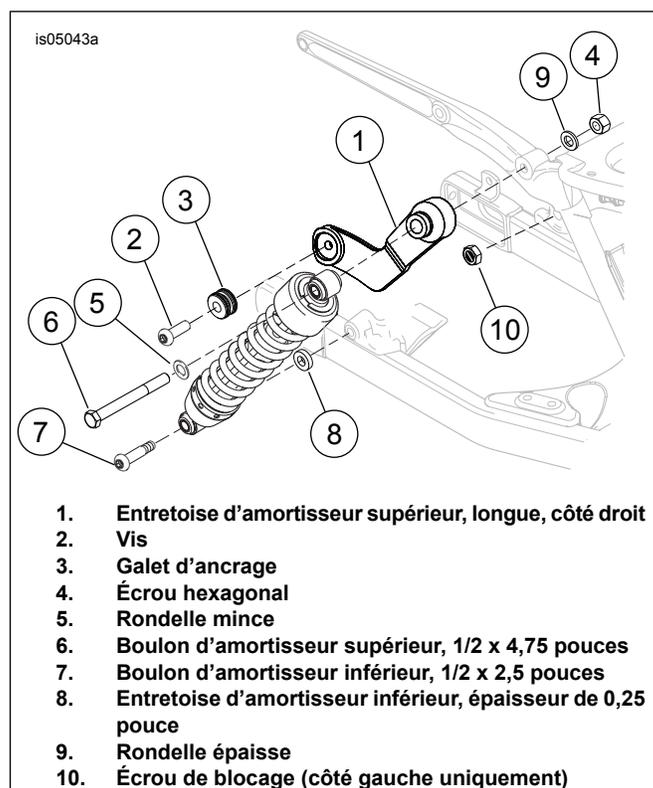

Figure 4. Installer l'amortisseur (modèles de 2008 et plus récents)
1. Voir Figure 4. Monter une vis (2) et un galet d'ancrage (3) sur chaque entretoise d'amortisseur supérieur (1) comme indiqué. Serrer à un couple de 28–37 N·m (21–27 ft-lbs).
2. Installer le nouveau boulon d'amortisseur supérieur (6) avec la rondelle mince (5) dans l'œil supérieur de l'amortisseur et le glisser sur la nouvelle entretoise d'amortisseur de droite (1) comme indiqué, en orientant le bras de l'entretoise d'amortisseur supérieur (1) pour être directement derrière l'amortisseur.
3. Installer la rondelle épaisse (9) et l'écrou (4) sur le boulon d'amortisseur supérieur (6).
5. Installer l'amortisseur sur la fourche arrière avec le nouveau boulon d'amortisseur inférieur (7) et la nouvelle entretoise d'amortisseur inférieur (8) entre l'amortisseur et la fourche arrière. Installer l'écrou de blocage (10). Serrer le boulon d'amortisseur inférieur à un couple de 41–61 N·m (30–45 ft-lbs).